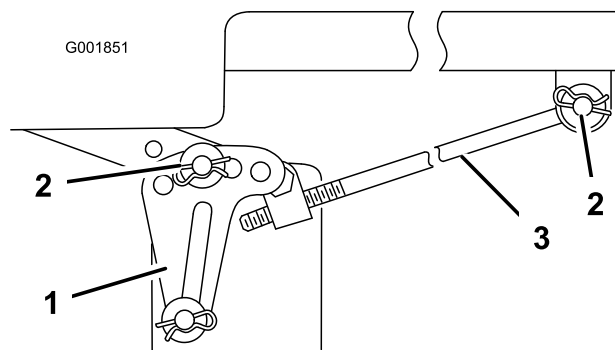

Figura 58
Nota: Prima di togliere il tosaerba prendete nota dei fori utilizzati nelle staffe di livellamento (Figura 58).
5. Togliete la coppiglia a forcina e la rondella dall'asta di regolazione (Figura 58) da ciascun lato del tosaerba.
6. Togliete la coppiglia a forcina e la rondella dalle staffe di livellamento del tosaerba (Figura 58) da ciascun lato del tosaerba. Prendete nota del foro in cui è montata la staffa di livellamento, per il futuro montaggio. Estraiete le staffe dal perno di montaggio.
6. Attaccate l'asta di regolazione alla macchina, utilizzando la rondella e la coppiglia a forcina (Figura 58), su ciascun lato del tosaerba.
7. Fate scorrere le staffe di livellamento sui perni di montaggio, e fissatele con le rondelle e le coppiglie a forcina (Figura 58).